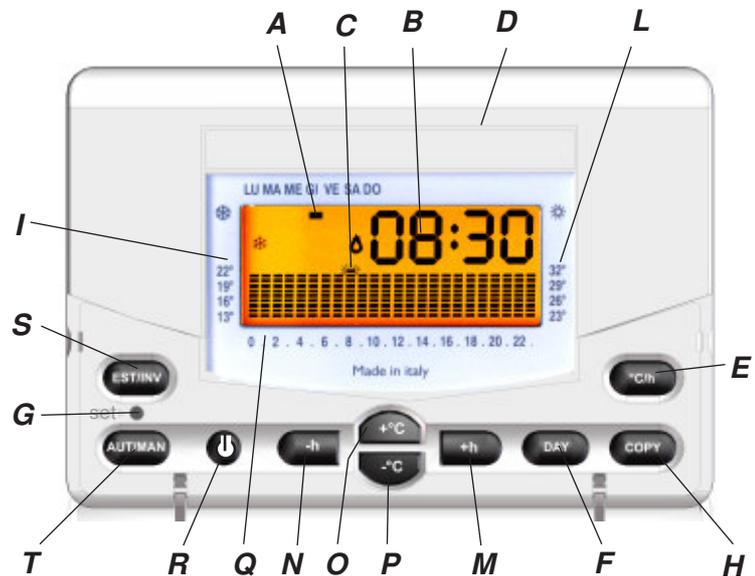

Fig.5
La parte fundamental del equipamiento es el display gráfico retroiluminada, que presenta un diagrama de 24 columnas correspondiente a las horas de un día; la altura de cada columna indica la temperatura programada para cada hora. El segmento situado arriba a la izquierda (A en Fig.5), indica el día de la semana correspondiente a la programación visualizada. Arriba a la derecha (B en Fig.5), durante la programación, se visualiza la temperatura fijada y en el funcionamiento normal puede visualizarse alternativamente la hora o la temperatura ambiente mediante la tecla °C/h Fig.5).
**Easy 503** muestra, una vez colocadas las pilas, un diagrama estándar de uso, indicando el reloj la hora 00.00 y Lunes (LU). Para modificar este programa hay que desplazarse al día indicado mediante la tecla DAY (F en Fig.5), y variar el gráfico diario utilizando las teclas centrales dispuestas en cruz.
Las teclas +h y -h (Fig.5) desplazan el cursor, en sentido horizontal, a lo largo de las horas del día, mientras los otros dos (P y O en Fig.5) varían la temperatura fijada (visualizada en el display).
1-Mediante el pulsador **DAY** (F en Fig.5) avanzamos al día siguiente visualizando el programa memorizado (si no se ha efectuado ninguna variación se mostrara el programa estándar) y realizamos las modificaciones necesarias según lo descrito anteriormente.
Una vez terminada la programación entera de la semana, no hace falta ajustar la hora ni el día pulsando la tecla SET mediante una punta (FIG.5).
A partir de este momento, **Easy 503** empieza a funcionar indicando cada periodo de calefacción o resfriamiento con el símbolo de la llama en la pantalla (Fig.5).
Comprimito la tecla T de la Fig.5 el cronotermostato entra en funcionamiento manual eliminando el gráfico (que permanece memorizado) y visualizando el símbolo de la mano (Fig.5). En esta situación **Easy 503** se comporta como un simple termostato ambiente, en el que la temperatura deseada se obtiene mediante los pulsadores **+°C** y **-°C** (P y O en Fig.5). La temperatura establecida, visible en el display, se mantendrá mientras no se abandone el funcionamiento manual todavía comprimito la tecla (funcionamiento automático).
Pulsar dos segundos la tecla (R en Fig.5) para apagar el cronotermostato.
Si fuese necesario anular toda la programación, por ejemplo tras una prueba de programación, presionar simultáneamente los dos pulsadores **AUT/MAN, COPY** (T, H Fig.5) durante dos segundos; **Easy 503** vuelve con la inicialización descrita anteriormente.